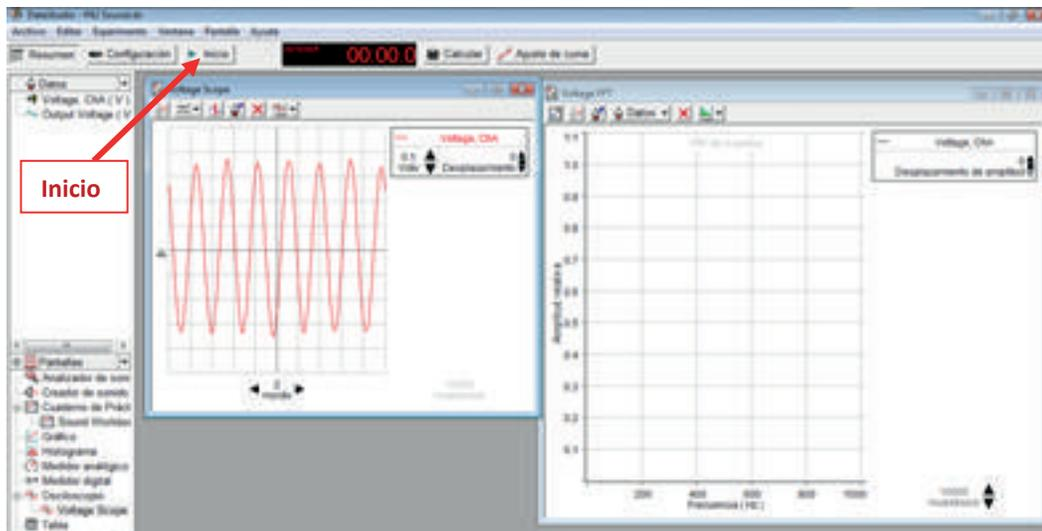

Figura 10.8. Ubicación botón "Inicio"
- Pulse el botón "Inicio" en la barra superior de herramientas del programa DATA STUDIO, como se indica con la flecha (figura 10.8).